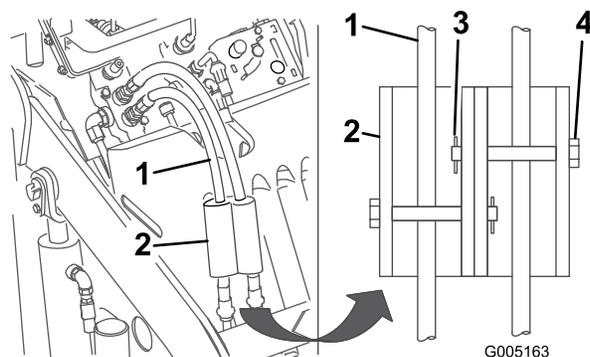

図 23
7. シリンダロックを油圧ホースに取り付けて、クレビスピンとコッターピンで固定する 図 23。